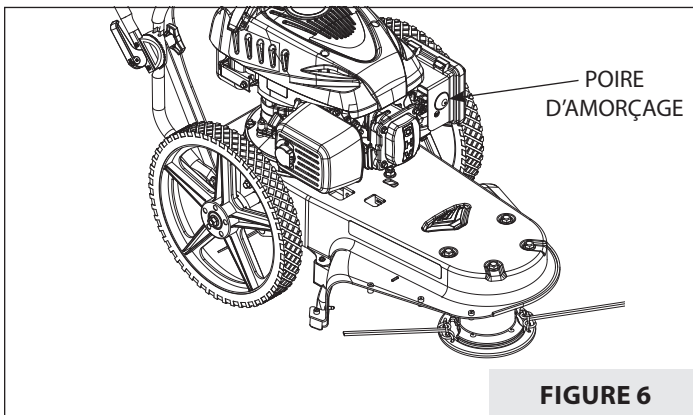

FIGURE 6
- Appuyer sur la poire d'amorçage à trois reprises. Attendre deux secondes environ entre chaque pression. **VOIR FIGURE 6.**
- Pour démarrer un moteur froid, appuyer trois fois sur la poire d'amorçage. Attendre deux secondes entre deux pressions sur la poire d'amorçage. **VOIR FIGURE 6.**